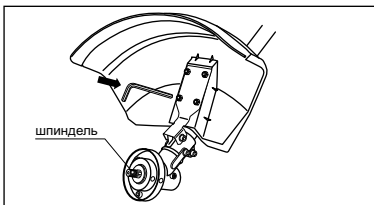

рис. 5
- Закрепите защитный кожух на планке болтами с шайбами с помощью шестигранного ключа (рис. 5).